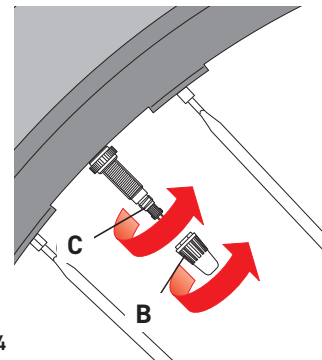

図 4
- ・ 指でバルブのねじを締めます (C - 図4)。
- ・ バルブ・キャップを付けます (B - 図4)。